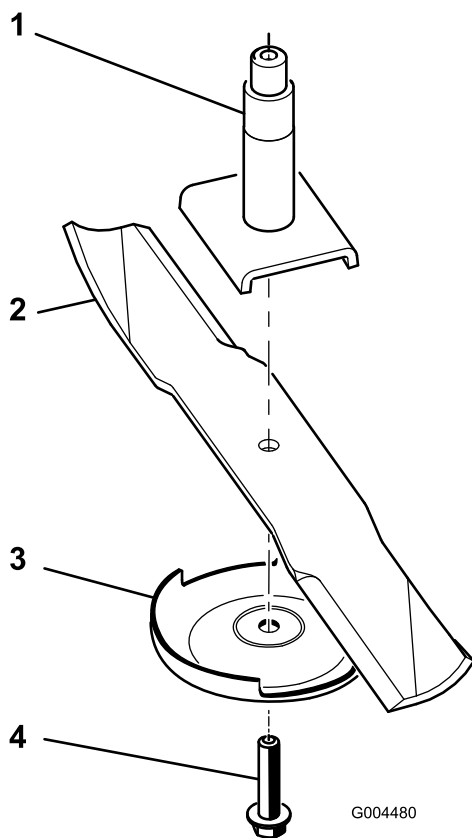

Bild 73
2. Entfernen Sie die Messerschraube, die Antiskalpierplatte und das Messer von der Spindelwelle (Bild 73).
Hinweis: Wenn das Schnitmesser in seiner horizontalen Position bleibt, ist es ausgewuchtet und kann wiederverwendet werden. Feilen Sie, wenn das Schnitmesser nicht ausgewuchtet ist, vom Flügelbereich des Messers etwas Metall ab (Bild 73).
1. Setzen Sie das Messer auf die Spindelwelle (Bild 73).
2. Montieren Sie die Antiskalpierplatte und die Messerschraube (Bild 73).